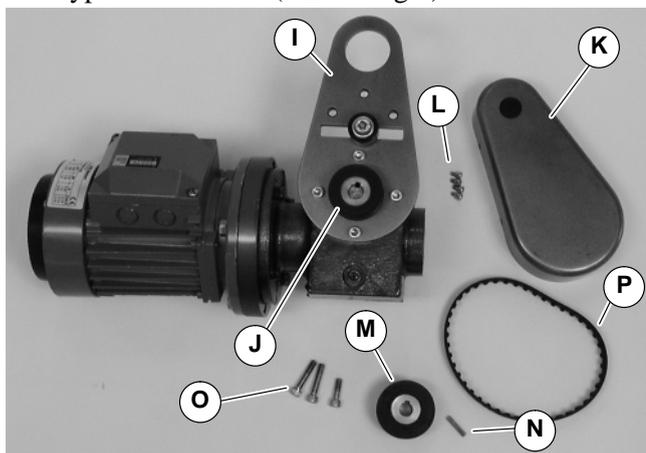

Abbildung 3
### 1. Typische Bauteile (Abbildung 3)
**HINWEIS:** Installationspaket vom Typ 1 abgebildet (Abbildung 3), Installationspaket vom Typ 2 ähnlich.